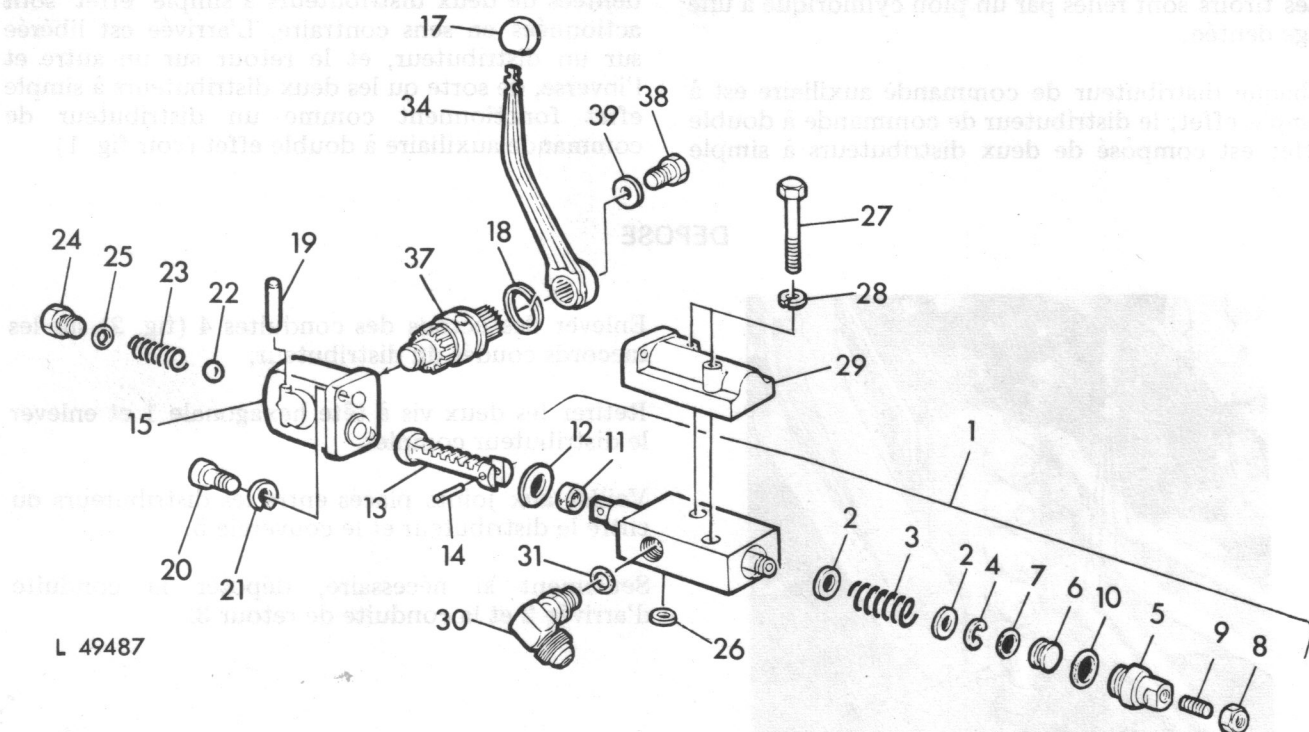

Fig. 3 — Eléments d'un distributeur de commande auxiliaire à simple effet
1. Un distributeur de commande auxiliaire à simple effet (voir fig. 3).
Ces différentes combinaisons sont possibles en partant de deux "distributeurs de commande de base", dont les pièces, à l'exception du corps de distributeur, sont semblables entre elles. La différence du corps de distributeur est celle-ci: sur l'un des corps de distributeur, les canaux d'huile sont percés (fig. 4 et 5, 32) tandis que sur l'autre modèle, un côté est fermé (voir 1, fig. 3 et 5).
D'autre part, il existe deux chapeaux différents (voir 15 et 33, fig. 3 à 5).
Si le tracteur est équipé d'un distributeur de commande auxiliaire à simple effet, celui-ci comporte le chapeau 15 et le couvercle 29 (fig. 3) et les canaux d'huile du corps de distributeur ne sont pas percés.
Lorsque le tracteur est équipé d'un distributeur de commande auxiliaire à simple effet et d'un à double effet, ce sont alors les pièces des figures 3 et 5 qui sont montées, avec cette différence, que pour le distributeur à double effet, on utilise deux distributeurs dont les canaux à huile sont percés.
Extraire le pion 19 (fig. 3) du chapeau 15.
Dévisser le logement du ressort 5 du boîtier et enlever toutes les pièces du boîtier (fig. 3).